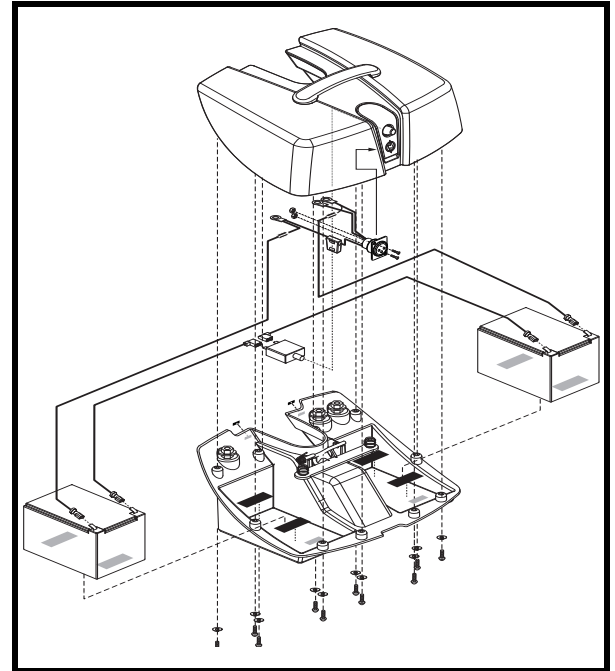

Abb. 25. Go-Chair Batteriebox
3. Entfernen Sie alle Schrauben, die die beiden Gehäusehälften zusammen halten. **Siehe Abb. 25.**
8. Schließen Sie die zwei (2) Batteriekabel an die Batterieanschlüsse. Vergewissern Sie sich, dass das rote Kabel an dem (+) positiven Anschluss und das schwarze Kabel an dem (-) negativen Anschluss befestigt wird.